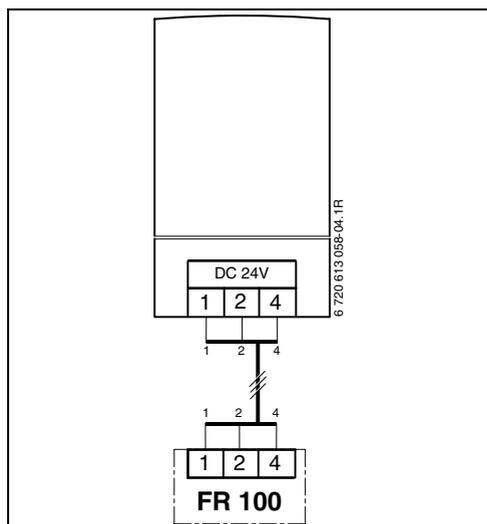

Bild 11 FR 100 über die analoge 1-2-4-Schnittstelle angeschlossen.
- Elektrischen Anschluss ausführen (Bild 11 auf Seite 17 oder 9 auf Seite 16).